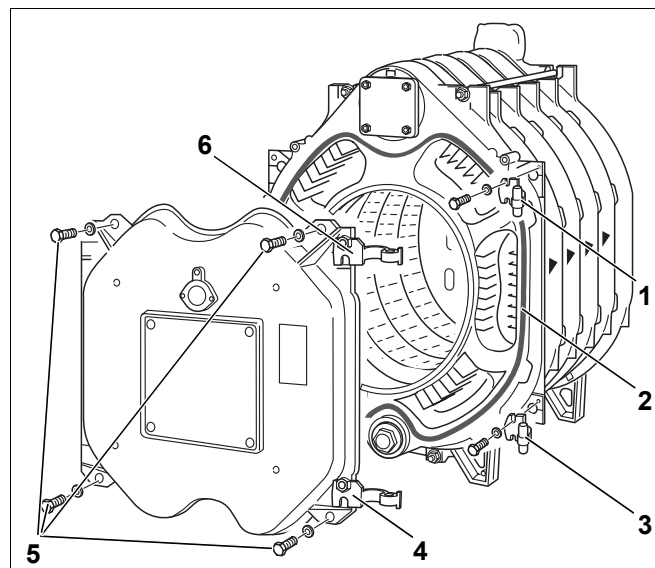

Bild 26 Einhängen der Brennertür
Werkseitig sind die beiden Scharnierösen (Bild 26, **Pos. 4 u. 6**) an der Brennertür rechts angebracht. Für Linksanbau sind die Scharnierösen entsprechend links an der Brennertür zu montieren.
- Die Scharnierhaken (Bild 26, **Pos. 1 u. 3**) mit je 2 Maschinenschrauben M 12 x 50 am Vorderglied anschrauben. In Bild 26 ist dies für den Rechtsanschlag dargestellt. Bei Linksanschlag müssen die Scharnierhaken entsprechend auf der linken Seite angeschraubt werden.
- GP Schnur $\varnothing$ 18 mm im Vorderglied mit Silastik-Kleber einkleben. Dabei sollte der Dichtschnurstoß seitlich positioniert werden (Bild 26, **Pos. 2**).
- Brennertür schließen und mit 4 Maschinenschrauben (M16 x 140) verschließen (Bild 26, **Pos. 5**). Die Maschinenschrauben sind gleichmäßig über Kreuz anzuziehen.